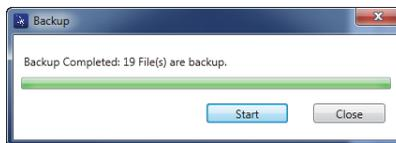

Figura 7-27 Cuadro de diálogo Backup (copia de seguridad completada)
5. Cuando la copia de seguridad ha finalizado, haga clic en el botón **Close**. Ver la Figura 7-27 en la página 232.